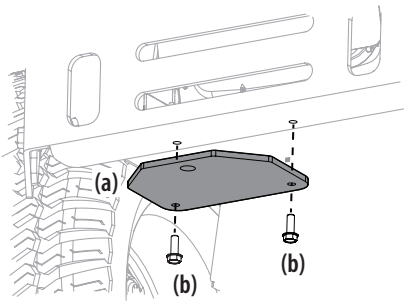

Figure 2
- Repérez la plaque d'attelage (a) et installez-la à l'arrière du châssis avec les deux boulons (b) fournis. Voir Figure 2.